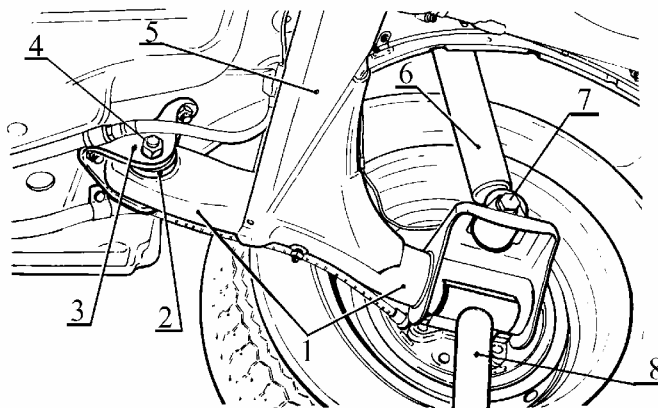

Рис.8. Элементы задней подвески:
7.1.11 Отвернуть гайки 4, рис.8, болтов крепления рычагов 1 в кронштейнах 3 кузова и снять с болтов пружинные шайбы (головка сменная 19, вороток трещоточный, гайковерт, ключ кольцевой 19).
7.2.4 Установить рычаги 1, рис.8, задней подвески в кронштейны 3 кузова, закрепить их болтами, установить на болты пружинные шайбы и завернуть, не затягивая окончательно гайки 4 болтов крепления рычагов задней подвески в кронштейнах кузова. Операцию производить двумя исполнителями (головка сменная 19 и вороток трещоточный, гайковерт, ключ 19 кольцевой, молоток).
7.2.10 Установить автомобиль на четырехстоечный подъемник, усилием рук прожать заднюю подвеску 2-3 раза, прикладывая нагрузку от 400 до 500 Н (от 40 до 50 кгс) к заднему бамперу, затянуть гайки 4, рис.8, болтов крепления рычагов задней подвески к кронштейнам кузова (подъемник электромеханический типа П-178Д-03, грузоподъемностью 3,5 т). Момент затяжки гайки болта крепления рычагов задней подвески к кронштейнам кузова – 80...95 Н.м (8,0...9,5 кгс.м) (головка сменная 19, ключ 19 кольцевой, ключ моментный).